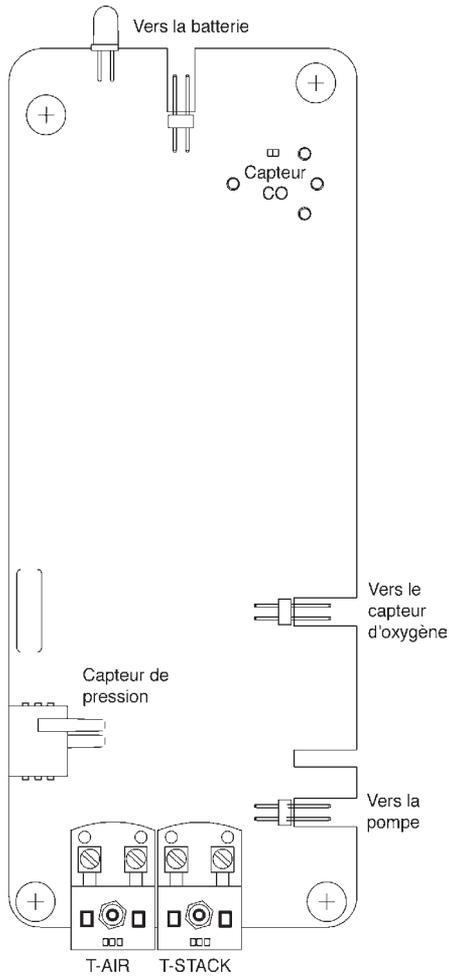

Figure 5-4. Localisation du capteur CO
2. Retirez doucement le capteur CO de la plaquette de circuit (Voir Fig. 5-4).